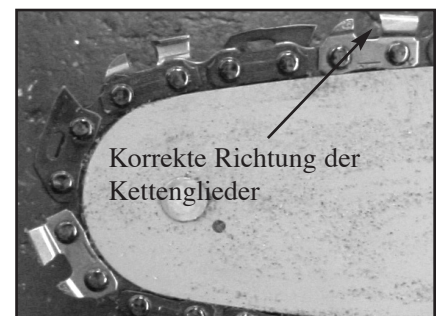

Bild 5
5. Auf die korrekte Ausrichtung der Kette achten (Bild 5 und 6).